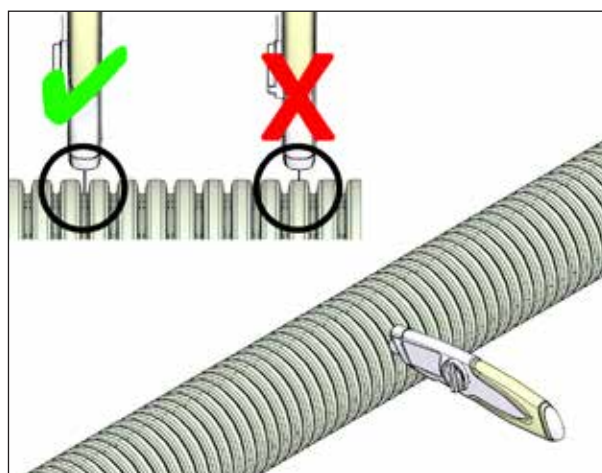

Fig. 3: Couper le tuyau flexible à bonne longueur
- ▶ Coupez les tuyaux flexibles uniquement dans un creux (voir Fig. 3) en utilisant un outil approprié (par ex. un cutter).